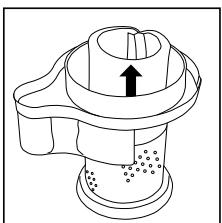

Fig. 6
- Retire el prefiltro negro del interior del soporte del filtro ciclónico (Fig. 6).